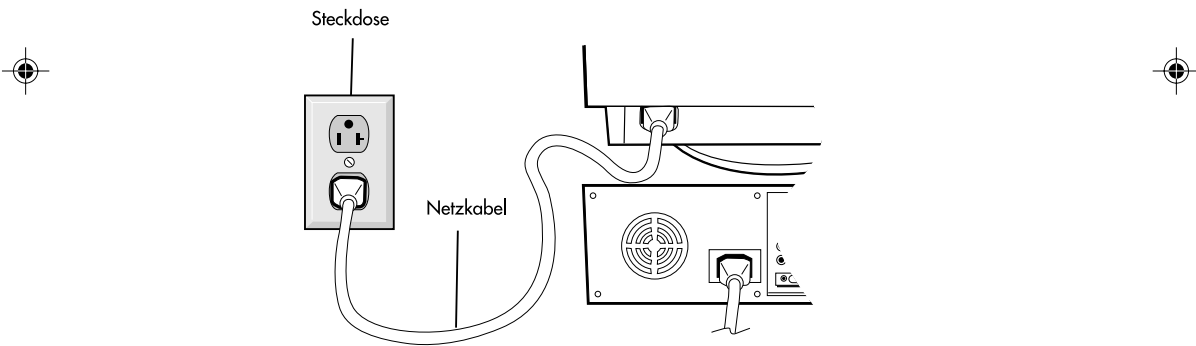

Abbildung C.1
**HINWEIS:** Den MultiSync FE950+ Macintosh-Kabeladapter können Sie bei NEC-Mitsubishi Electronics of America, Inc. unter der Telefonnummer (800) 820-1230 bestellen.
5. Schließen Sie ein Ende des Netzkabels an den MultiSync FE950+ Monitor an und stecken Sie das andere Ende in die Steckdose (**Abbildung C.1**).